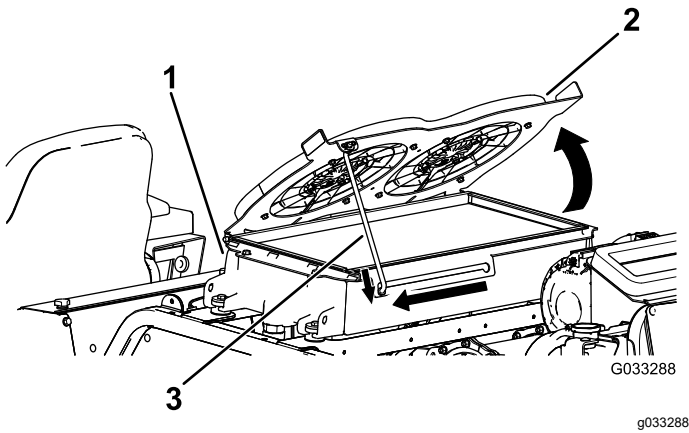

Figure 121
- Faites pivoter les ventilateurs de refroidissement hydrauliques vers le haut et calez la béquille dans le cran (Figure 121).